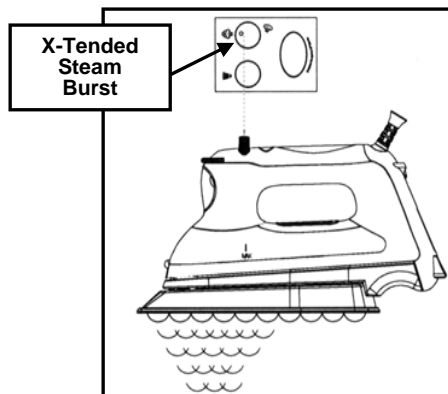

Fig. 4
- Gire el botón del vapor en sentido horario hasta la posición X-Tended. (Fig. 4)